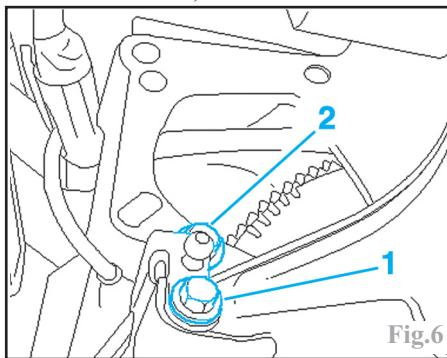

Fig.6
- la vis (1) du support de réservoir de dépression (Fig.6).
- la vis de boîte de vitesses (2).